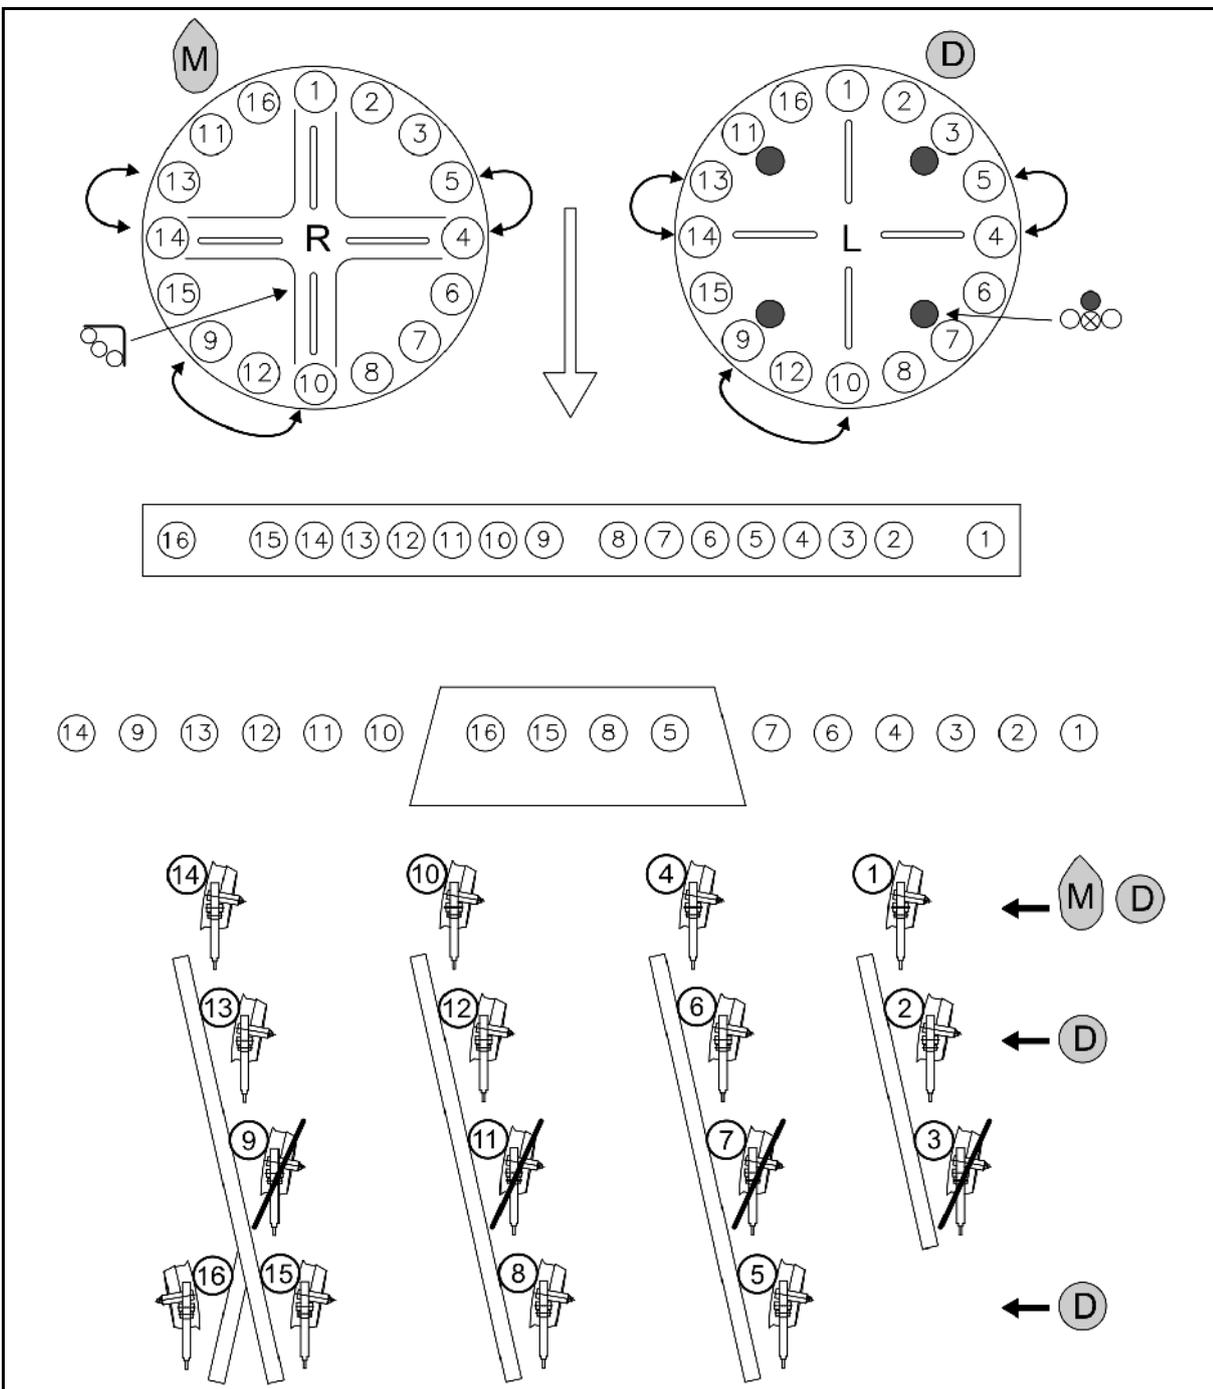

Fig. 41
- Mais **M**: Verschlussbleche entsprechend Fig. 41 montieren.
- Dünger **D**: Verschlussstopfen entsprechend Fig. 41 montieren.